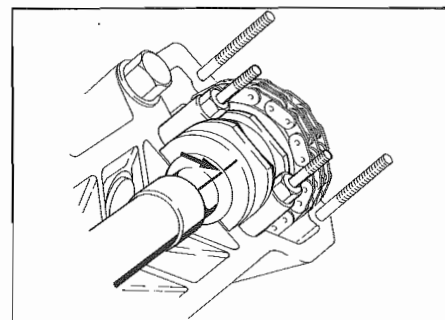

Fig. 143 - Riferimenti
- Ruotare gli assi dall'estremità posteriore e far coincidere i segni di riferimento sugli assi e sui cappelli (**Fig. 143**).
- Rotate the shafts from the rear end and line up shafts and cap reference marks (**Fig. 143**).